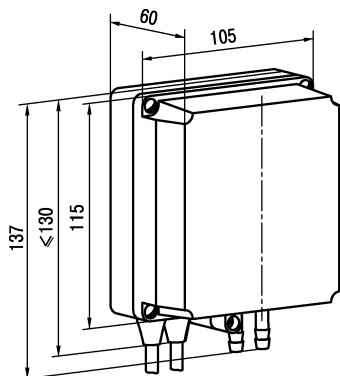

Рисунок 1 – Габаритные размеры преобразователь настенного крепления
1. Закрепить кронштейн тремя винтами M4×20 (в комплект поставки не входят) на поверхности, предназначенной для установки преобразователя (см. рисунок 1 и рисунок 2, а).